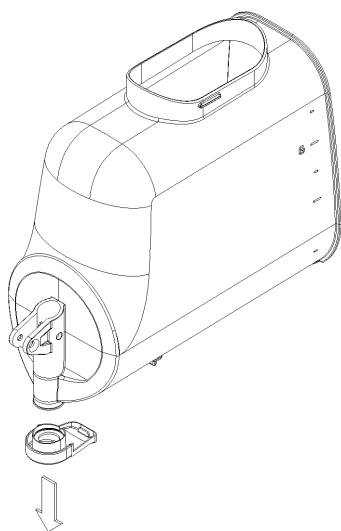

Bild 15
- 7 Den Durchflussbegrenzer des Behälters entfernen (Bild 15).
- 3 Den Zapfhahn gegenteilig zum Ausbau in (Bild 15) wieder am Behälter montieren.